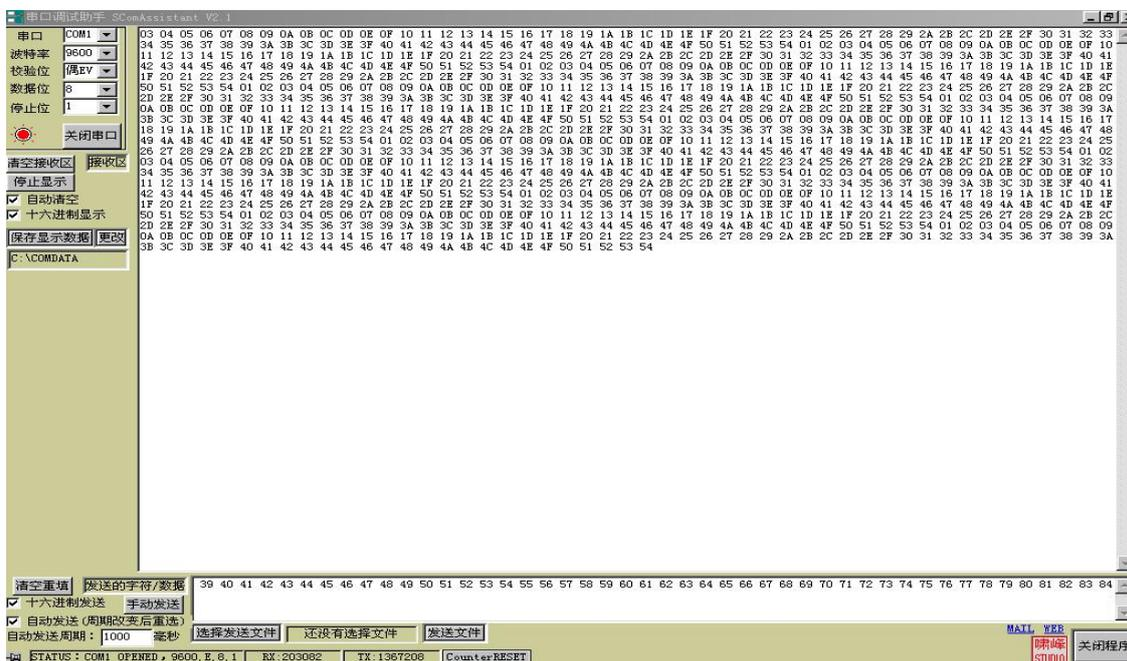

图 40 PC2 串口测试程序窗口
- ③ 在 PC2 中启动“串口测试程序”，并选择串口：COM1；波特率：9600；校验位：偶 Even；数据位：8；停止位：1；接收区：十六进制显示；发送区：十六进制发送，如图 40 所示。
11 12.....80 81 82 83 84, 如图 40。